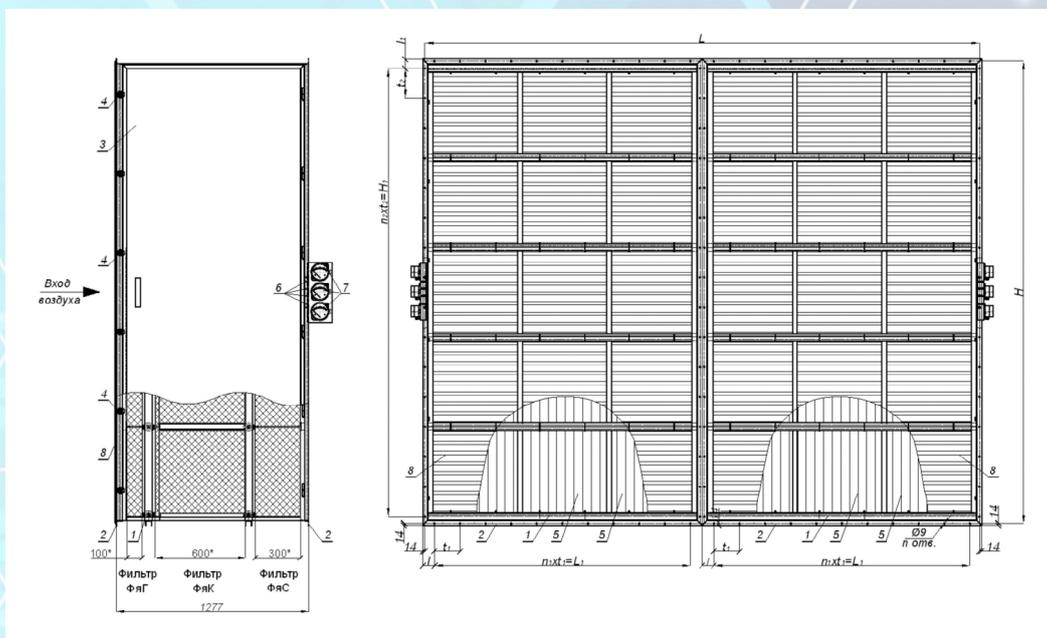

Рис. 2 Схема секции воздушных фильтров ССФ-Т3-2-2/6х5
На рис. 2 показана секция воздушных фильтров ССФ-Т3-2-2/6х5, состоящая из 2-х секций ССФ-Т3-2-2/3х5, соединяемых при монтаже. Обслуживание секции и замена фильтров осуществляется через двери, расположенные с двух сторон.
Секция воздушных фильтров ССФ-Т3-2-2/6х5 (рис. 2) оснащена 8 штуцерами (6), по четыре с каждой стороны, для контроля сопротивления в каждой половине секции (ССФ-Т...2/3х5) с помощью шести дифманометров. На практике достаточно вести контроль только в одной половине, т.к. при равномерном распределении воздуха на входе запыление фильтров (увеличение сопротивления) происходит равномерно в обеих половинах.